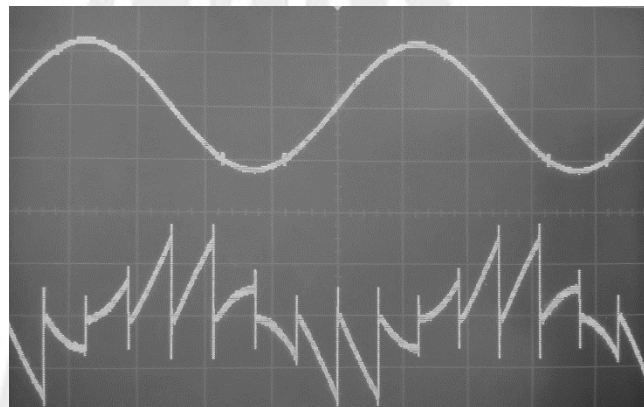

Figura 3.5 Comparación entre TP14 y TP18 (8KHz).
7. Registrar en la hoja de observaciones y resultados todo lo observado, compara con la figura 3.5 y dar una explicación al respecto.